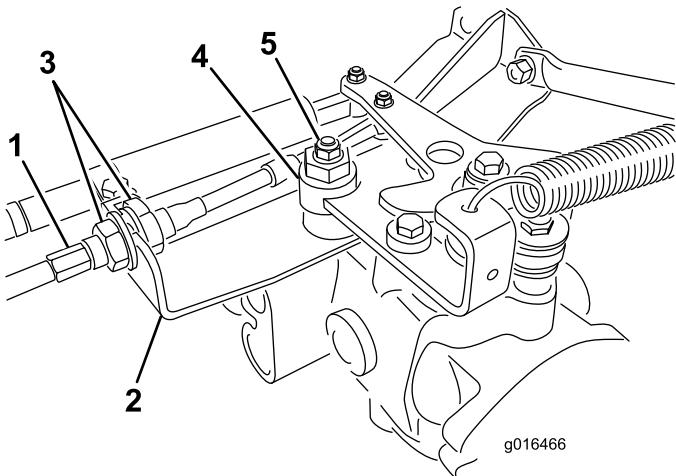

図42
- A. 走行ケーブルを油圧トランスミッションのバルクヘッドに取り付けているジャムナット（図42）を両方ともゆるめる。ジャムナットは調整ができるよう十分に、また均等にゆるめること。
- B. 偏芯ナットをトランスミッション上部に止めているナット（図42）をゆるめる。
- D. どちらにも車輪が回らないように偏芯ナットを回して調整する。調整ができたら固定ナットを締める（図42）。スロットルSLOWおよびFAST位置で調整が正しいことを確認する。
を固定する（図 42）。ケーブルをねじらないように注意すること。